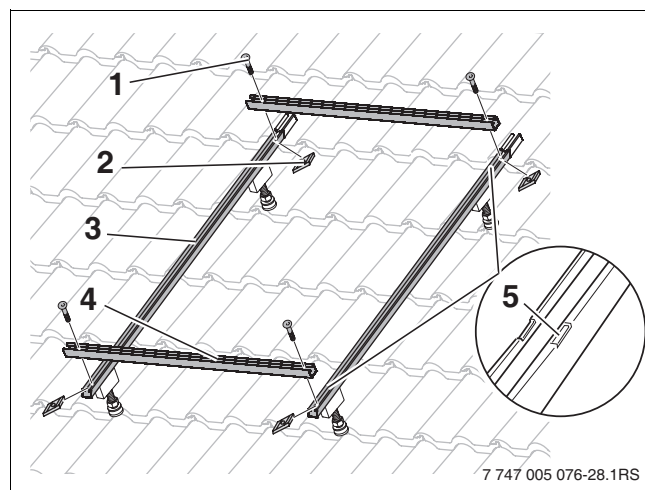

Fig. 41 Fijar el perfil de cubierta plana/tejado inclinado al perfil del captador
- Introducir el tornillo en el (Fig. 41, (1)) agujero alargado del perfil cubierta plana/tejado inclinado (4) y enroscar la tuerca corredera hasta que se note una ligera resistencia.
- Colocar los perfiles de cubierta plana/tejado inclinado (Fig. 41, (4)) en las muescas de apoyo (5) en el perfil del captador (3) y centrarlos.
- Colocar la tuerca corredera (Fig. 41, (2)) en el perfil del captador (3) y apretar el tornillo.